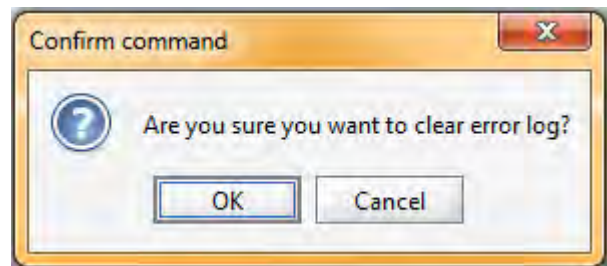

ABB. 31. Fehler-Protokoll löschen
**Fehler-Protokoll löschen** - löscht die Fehler von der Anzeige. Dieser Bildschirm fordert Sie zur Bestätigung auf. Siehe ABB. 31.